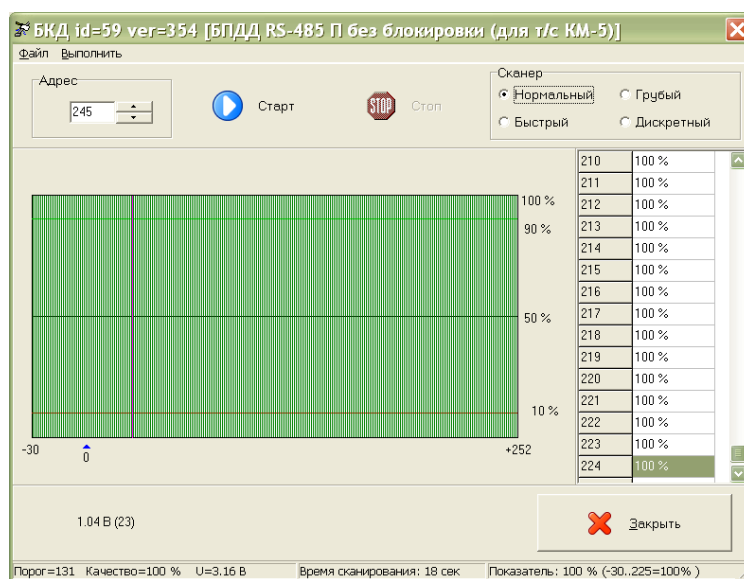

Рисунок 19
4) Установить режим работы сканера «Нормальный» и нажать кнопку «Старт». Проверить качество связи в СОС-95 между БКД-М и адресным устройством (рисунок 19). Для исправного УСЛ-А качество связи должно быть 100% на всем диапазоне порогов приема ИПЛ мастер-устройства.